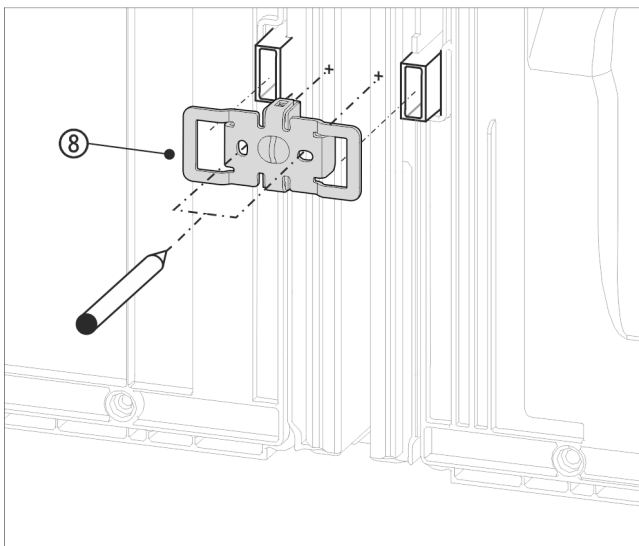

Fig. 17 Shembull ilustrues
- ▶ Shtyni profilin Fig. 17 (8) me pjesët e prera mbi folenë për ruajtësin e distancës nga muri.